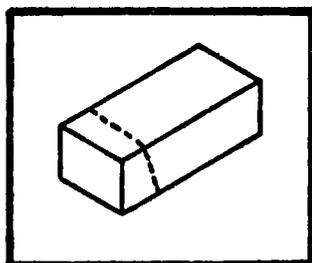

FIG. 18 - Extrémité fendillée
4. Extrémité fendillée (voir Figure 18). Bouger la lame guide opposée à l'extrémité où s'est produite la fissure vers l'intérieur en tournant le boulon de réglage inférieur G ou H, selon la lame guide à bouger (voir Figure 1). Note: le mouvement d'une extrémité de la lame guide dans une direction force l'autre extrémité de la même lame dans la direction opposée. Si ceci desserre beaucoup le piston soit au dessus, soit à la base de la lame guide, l'autre extrémité de la lame doit être déplacée vers l'intérieur. Le jeu doit être corrigé car il provoquera la cassure des blocs par le